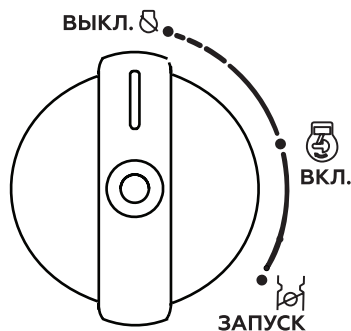

Рис. 14. Положения multifunctional рычага
5. Поверните multifunctional lever initially to the «ВКЛ.» position, then to the «ЗАПУСК» position (Fig. 14). At this time, the ignition circuit is switched on, the fuel valve opens and the carburetor air flap closes.
При запуске прогретого двигателя воздушную заслонку карбюратора закрывать не нужно. При запуске прогретого двигателя устанавливайте multifunctional lever in the «ВКЛ.» position (Fig. 14).
7. По мере прогрева двигателя (как только двигатель начнет «захлебываться») постепенно открывайте воздушную заслонку (поворачивайте multifunctional lever from the «ЗАПУСК» position to the «ВКЛ.» position) (Fig. 14). Heating of the engine depending on the temperature of the surrounding medium takes no more than 1 minute.
При возникновении аварийной ситуации, для экстренной остановки двигателя генератора поверните multifunctional lever in the «ВЫКЛ.» position (Fig. 14).
3. Поверните multifunctional рычаг в положение «ВЫКЛ.» (ВЫКЛЮЧЕНО) (Рис. 14).